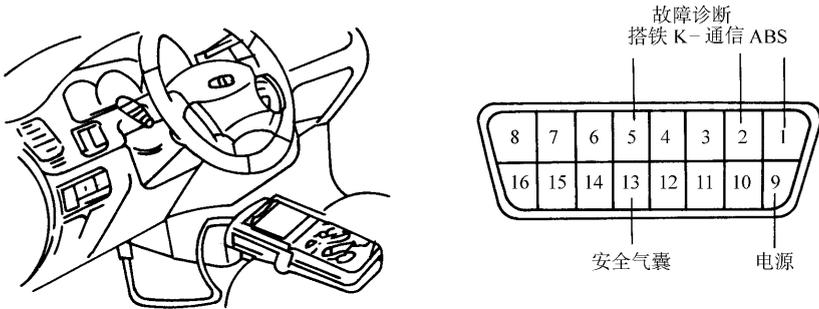

图 7-34 在自诊断连接器上连接 Hi-Scan 诊断仪
(1) 点火开关置于 OFF。
(2) 如图 7-34 所示，在驾驶员侧仪表板下部的故障诊断连接器上连接 Hi-Scan 诊断仪。